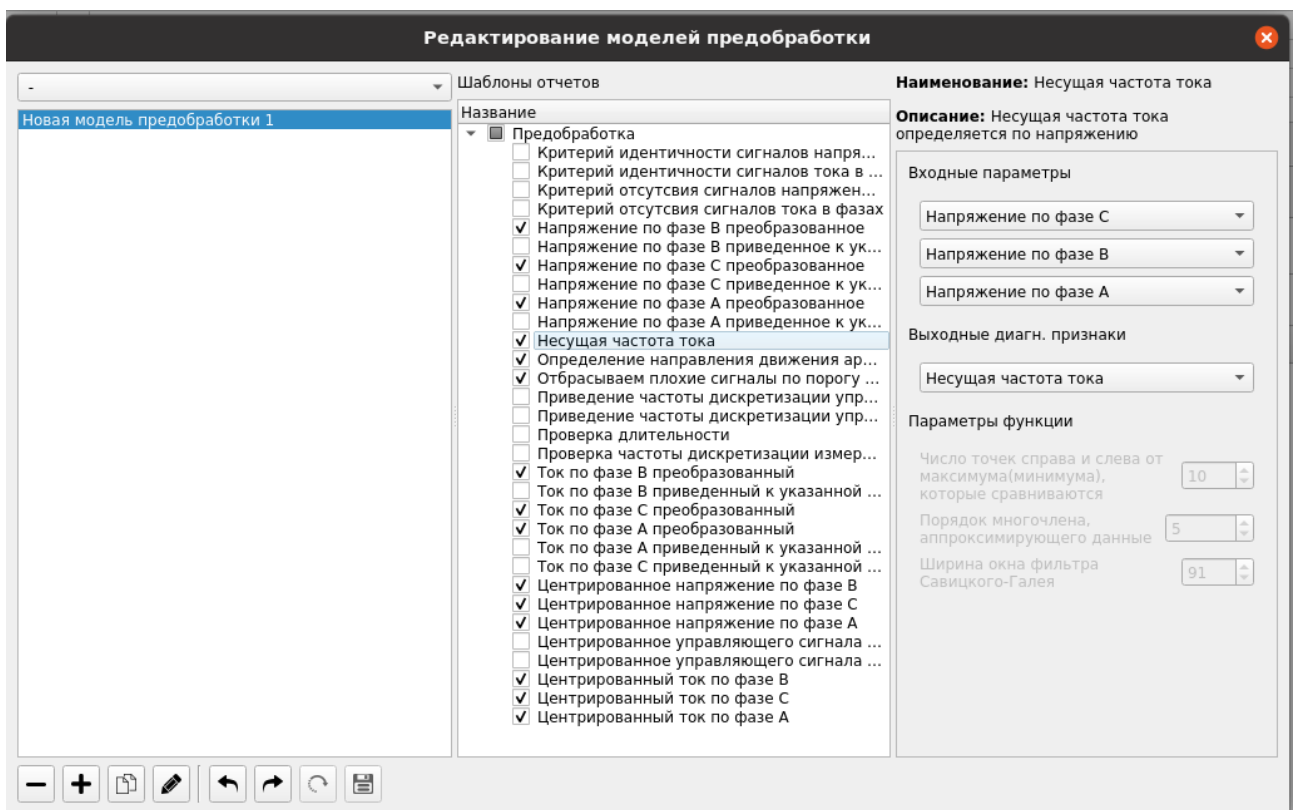

Рисунок 3.10 — Окно редактирования диагностических моделей
3.2.2.4 После нажатия кнопки «Редактировать модели преобработки» появляется соответствующее окно (рисунок 3.10). В этом окне слева — название модели преобработки, по центру — перечень возможных вариантов преобработки (галочкой отмечаем нужное), справа — параметры и описание выделенной преобработки.